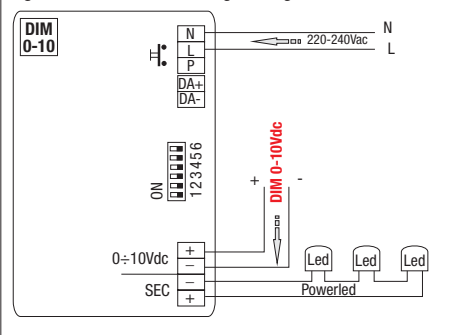

Fig. 3 - RN9168/DALI - RN9168AV/DALI
C - Fonction PUSH (P) - Fig. 3 - via bouton NA. Avec une pression brève, on obtient l'allumage et l'extinction, avec une pression prolongée on obtient le réglage.